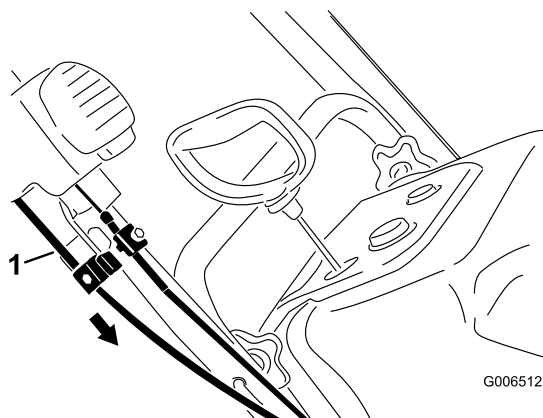

Figura35
4. Țineți jgheabul de evacuare în poziția îndreptat înainte, trageți cadrul de cablu inferior în jos până când eliminați jocul cablului, și strângeți ferm șurubul de pe clemă cablului inferior (Figura35).